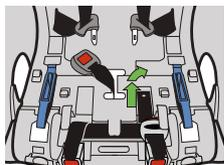
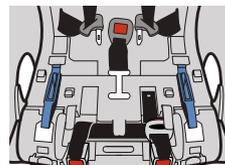

Figure 94
Figure 94a
- Faites glisser la sangle d'entrejambe dans l'autre fente de la sangle d'entrejambe, tel qu'illustré dans la **Figure 94**, tout en s'assurant que le bouton de déverrouillage rouge de la boucle fait face à l'extérieur du siège, tel qu'illustré dans la **Figure 94a**.